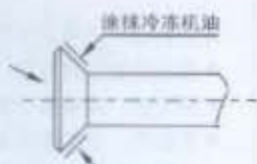

图4.1
机组的连接简图见图4.1和表4.1
- 系统连接时请务必按图4.1连接, 并请务必使用我们提供的连接软管。
- 在拧紧扩口螺母之前，在管道扩口处外表面和连接螺母锥面上涂抹冷冻机油（必须使用与该机型冷媒兼容的冷冻机油），并先用手拧紧3~4圈（见图4.1）；